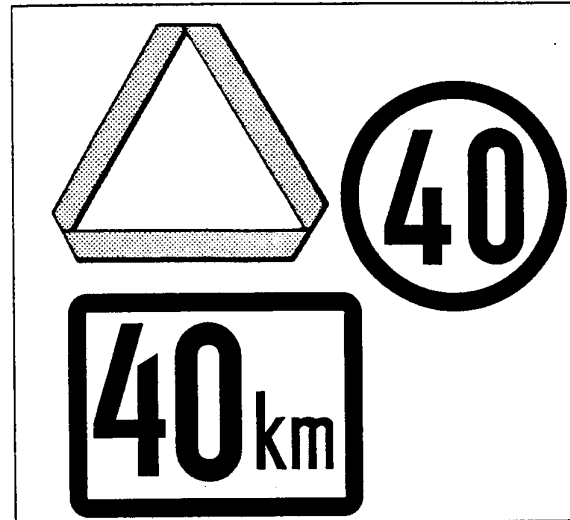

Fig. 2-38 Utilice el símbolo válido en su país.
- Controle que el tractor y eventuales aperos posean el símbolo de vehículo lento en movimiento o el faro giratorio, si están previstos por la ley (Fig. 2-38 y 2-39).